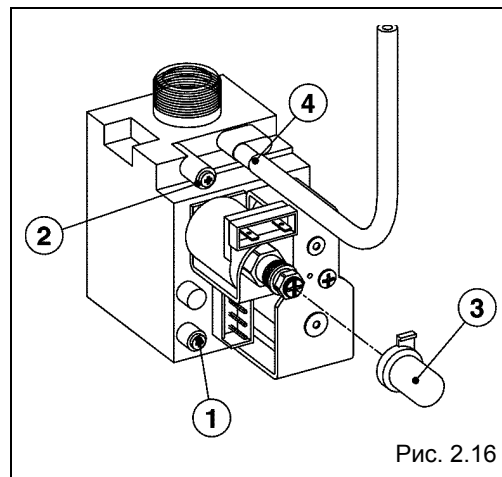

Рис. 2.16
Для того чтобы произвести настройку и проверки, вам обязательно потребуется измеритель давления (рекомендуется использовать дифференциальный манометр), отвертка среднего размера и гаечный ключ. Действуйте следующим образом (рис. 2.16):
- присоедините манометр к штуцеру замера давления (1), который находится перед газовым клапаном;
- отсоедините манометр и закройте штуцер (1 – рисунок 2.16).
Выполните следующую последовательность операций (рис. 2.16):